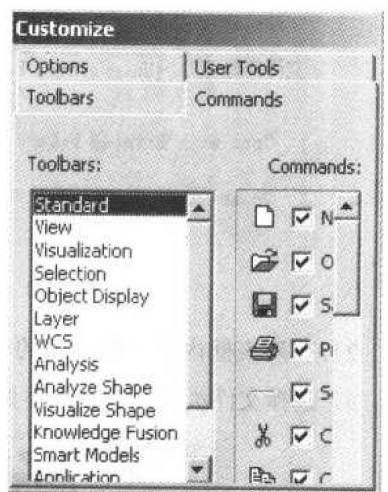

图 1-11 定制工具条命令对话框
2) Commands: 用于添加或除去工具条上的图标，如图 1-11 所示。